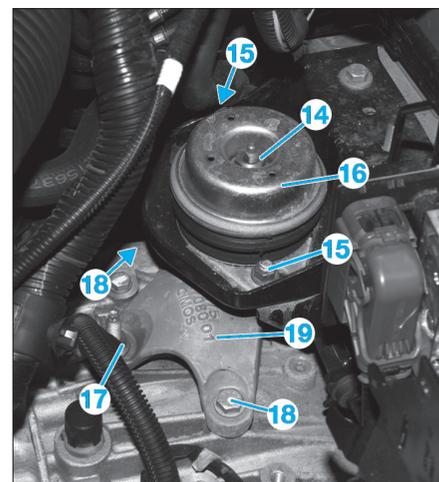

Fig. 70
- Déposer l'écrou (14), les vis (15) puis le silentbloc de boîte de vitesses (16) (Fig.70).
- Déposer l'écrou (17), les vis (18) puis le support de boîte de vitesses (19).